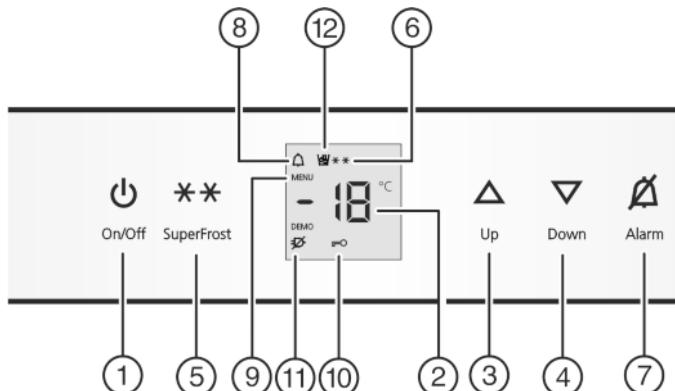

Fig. 2
- нажмите кнопку On/Off Fig. 2 (1).
- Символ меню Fig. 2 (9) горит.
- Коротко нажмите кнопку SuperFrost Fig. 2 (5) для подтверждения.
- Для включения защиты от детей коротко нажмите клавишу SuperFrost Fig. 2 (5).
- Символ "Защита от детей" Fig. 2 (10) горит. На индикации мигает
- Для выключения защиты от детей коротко нажмите клавишу SuperFrost Fig. 2 (5).
- Символ защиты от детей Fig. 2 (10) гаснет. На индикации мигает
- Выход из режима настройки: нажмите кнопку On/Off Fig. 2 (1).
- Нажмите кнопку Alarm Fig. 2 (7).
Одновременно мигает индикация температуры и символ тревоги Fig. 2 (8).
Звуковой сигнал выключается автоматически, символ аварийного сигнала Fig. 2 (8) выключается и индикатор температуры перестает мигать, если температура снова становится достаточно низкой.
- Установка более высокой температуры: нажмите кнопку настройки Up Fig. 2 (3).
- Установка более низкой температуры: нажмите кнопку настройки Down Fig. 2 (4).